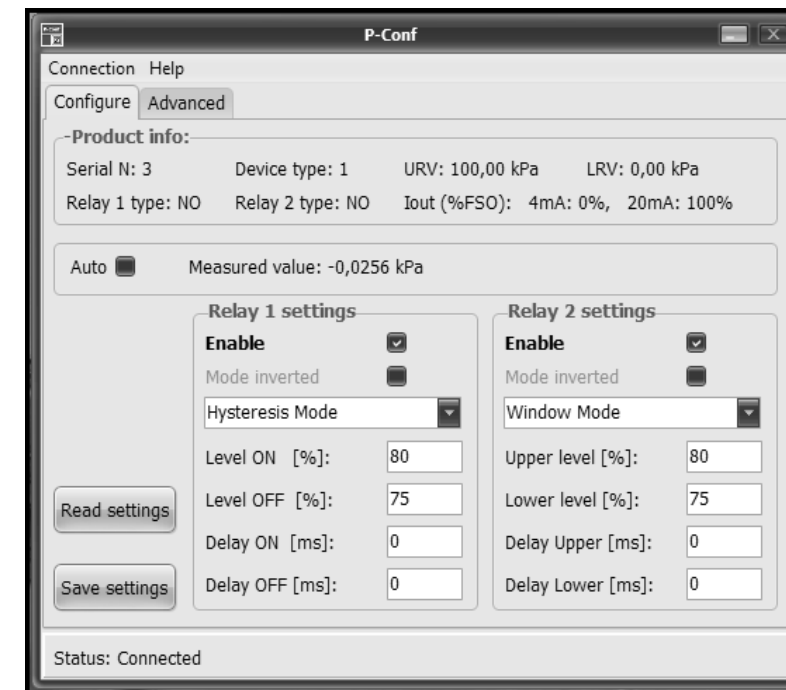

Рисунок 4 – Основное окно программы
3) выбрать команду «**Connection** ▶ **Connect**» – после удачного соединения ПО с настраиваемым изделием появится основное окно с доступными настройками на вкладке «Configure» (рисунок 4).